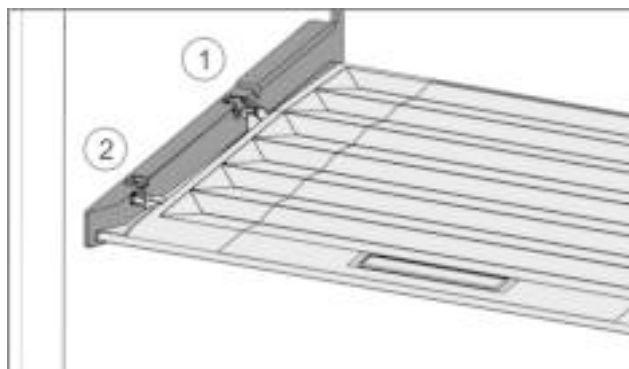

Fig. 34
- ▶ Dekselranden via de opening van de achterste houder Fig. 34 (1) aanbrenge en van voren in de houder Fig. 34 (2) klikken.